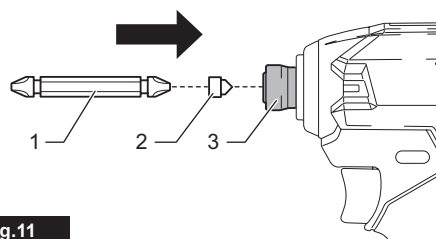

Fig.11
► Рис.11: 1. Стержень глубины 2. Винт зажима